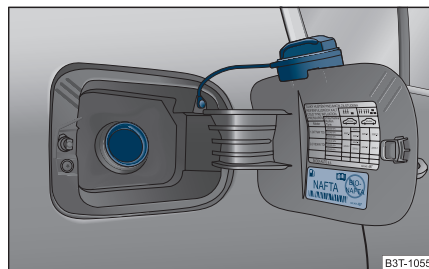

Fig. 199 Trappe avec bouchon dévissé
Il existe différentes sortes d'essence. Veuillez lire ⇒ page 275, « Caractéristiques techniques » pour savoir de quelle sorte de carburant a besoin votre véhicule. Cette information se trouve aussi à l'intérieur de la trappe du réservoir ⇒ page 224, fig. 199.
- Dévissez le bouchon en le faisant tourner vers la gauche et posez-le en haut sur la trappe du réservoir ⇒ fig. 199. ▶